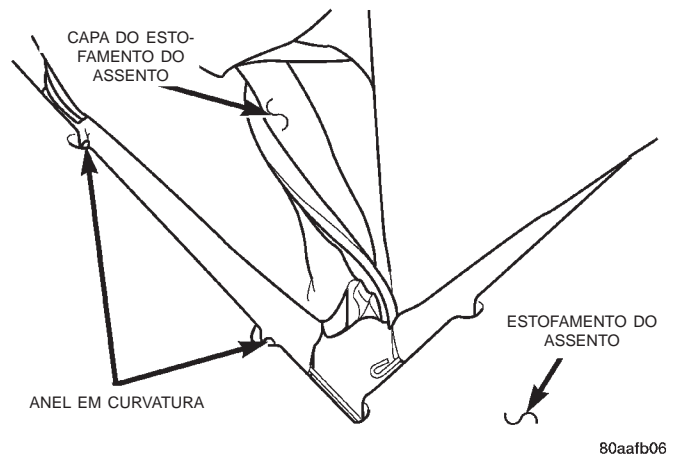

Fig. 11 Anéis em Curvatura da Capa do Estofamento do Assento
- (1) Remova o assento do veículo.
- (2) Remova a capa do acabamento da proteção lateral.
- (3) Remova o encosto.
- (4) Com o lado do estofamento para baixo, solte as tiras em J dianteiras, traseiras e internas.
- (5) Solte os grampos que prendem o lado externo da capa à armação do estofamento.
- (6) Gire o estofamento e retire a capa.
- (7) Remova os anéis em curvatura que prendem a capa aos arames de apoio do estofamento (Fig. 11).
- (8) Separe a capa do estofamento.